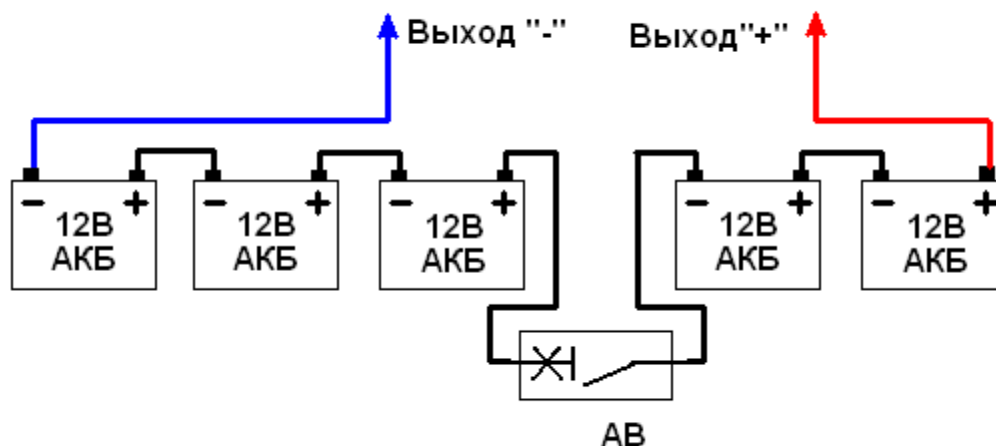

Рис. 3. Схема соединения аккумуляторов 12В.
Для варианта установки пяти аккумуляторов ёмкостью 18А*ч рекомендуемые схема и последовательность коммутации и сборки АКБЛ приведены ниже (см. рис.3).
4. Соединить выходные («-», «+» на рис.3) проводники с аккумуляторами.